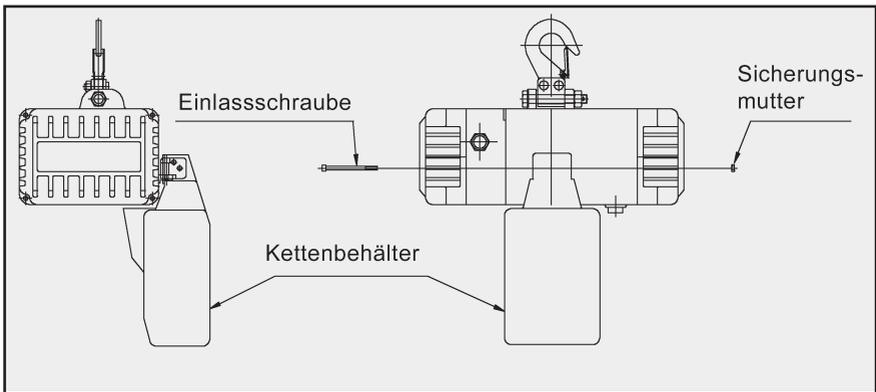

Bild 4.3.1
2. Montieren Sie den Kettenbehälter (**Bild 4.3.1**)